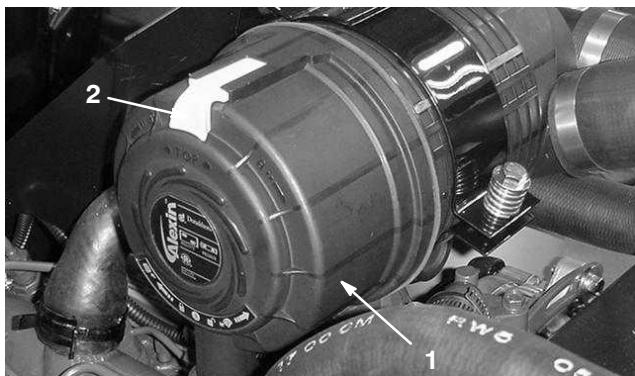

Figure 38
1. Desserrez les verrous de fixation du couvercle sur le corps du filtre à air (Fig. 38).